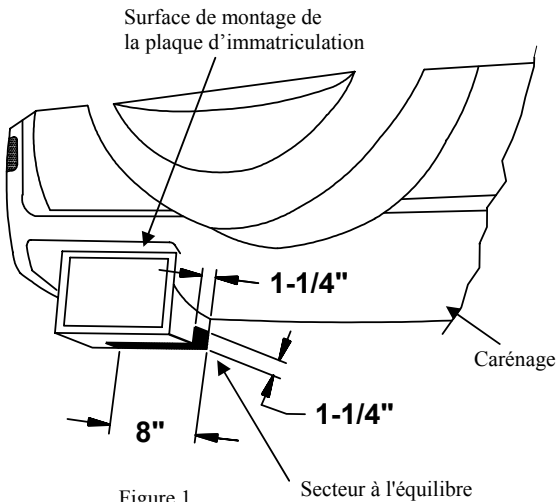

Figure 1.
①	Qté (4)	Boulon hexagonal, M12 x 1.25 x 35mm CL8.8
②	Qté (4)	Rondelle conique dentée ½
2. À l'aide d'un crayon-feutre, mesurer et marquer sur le carénage le tracé à découper, comme indiqué à la figure 1.